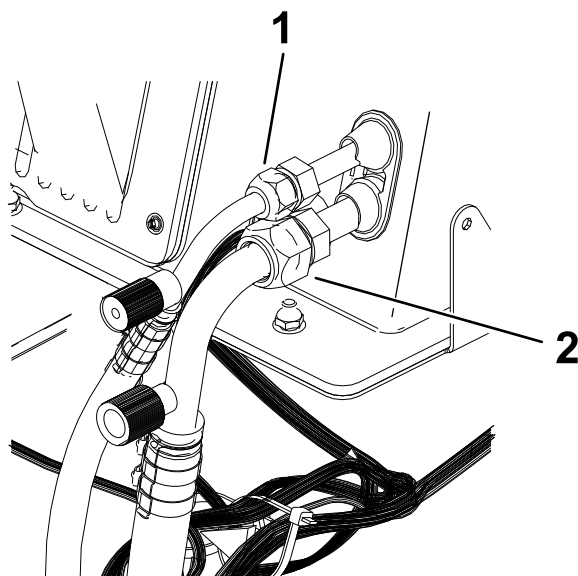

Bild 31
9. Schließen Sie den Ansaugschlauch und den Auslassschlauch an den HLK-Kasten an (**Bild 31**).